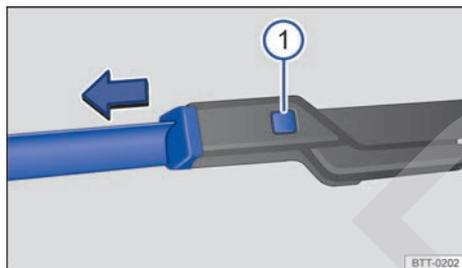

Fig. 140 Cambio de las escobillas limpiaparabrisas de los parabrisas.
- Mantenga presionada la tecla de desbloqueo ⇒ fig. 140 ⚠ y tire al mismo tiempo de la escobilla en el sentido que indica la flecha.